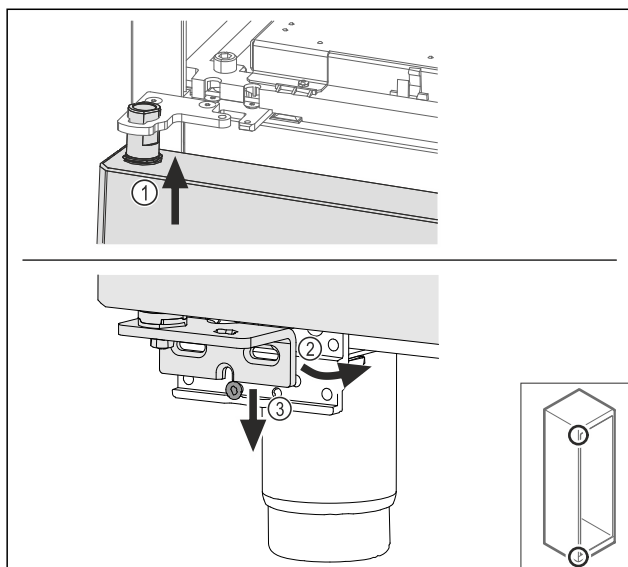

Fig. 60
- Tür leicht gekippt oben einfädeln Fig. 60 (1), Tür gerade ausrichten Fig. 60 (2) und unten auf die Lagerbockschraube Fig. 60 (3) aufsetzen.